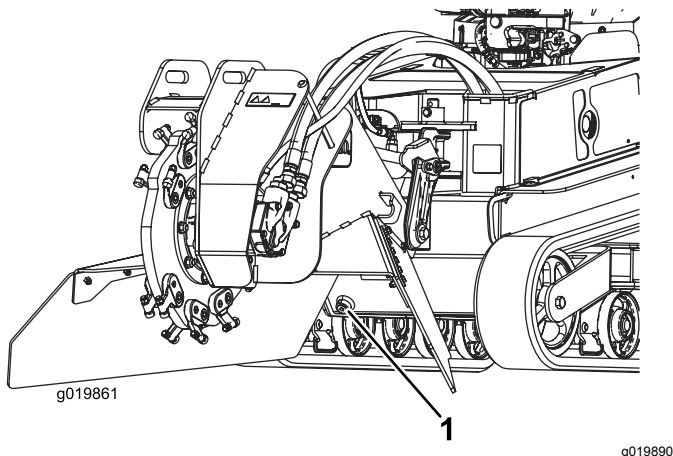

Bild 62
7. Entfernen Sie die Ablassschraube am Hydraulikbehälter und lassen das Öl in die Auffangwanne ab (Bild 62).